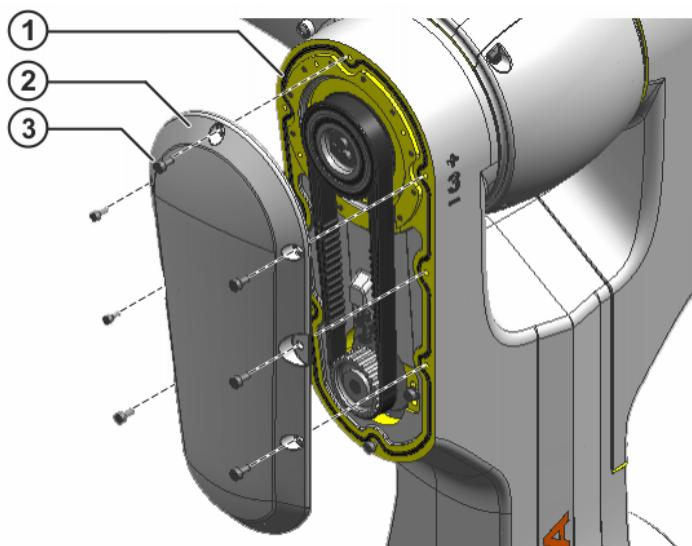

Abb. 9-7: Deckel A3 und Schaumdichtung riemenseitig
1. Schaumdichtung vorsichtig reinigen (>>> Abb. 9-7).